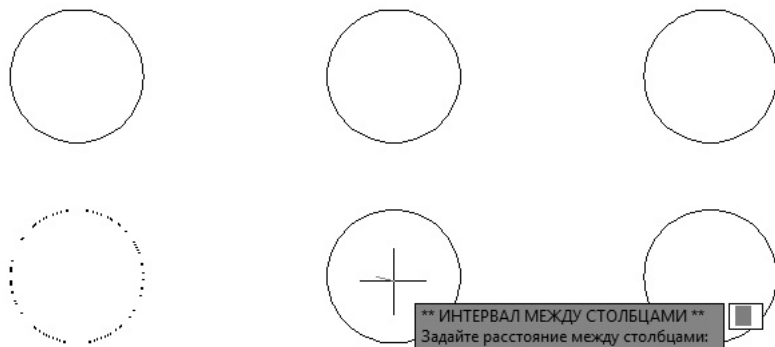

Рис. 6.7. Настройка массива с помощью ручек
6. Точно так же введите количество строк (2) в поле **Строки** в группе **Строки**.
7. Щелкните на средней (треугольной) ручке в нижней строке массива и переместите маркер вправо, чтобы раздвинуть столбцы (рис. 6.7). Вы можете также ввести нужный интервал в командную строку.